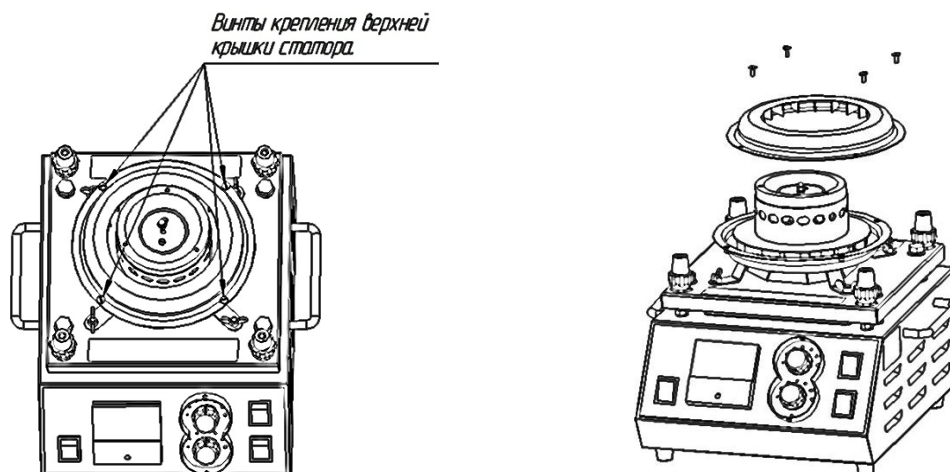

Рис. 7
- открутите 4 винта крепления и снимите верхнюю крышку статора (Рис.7):